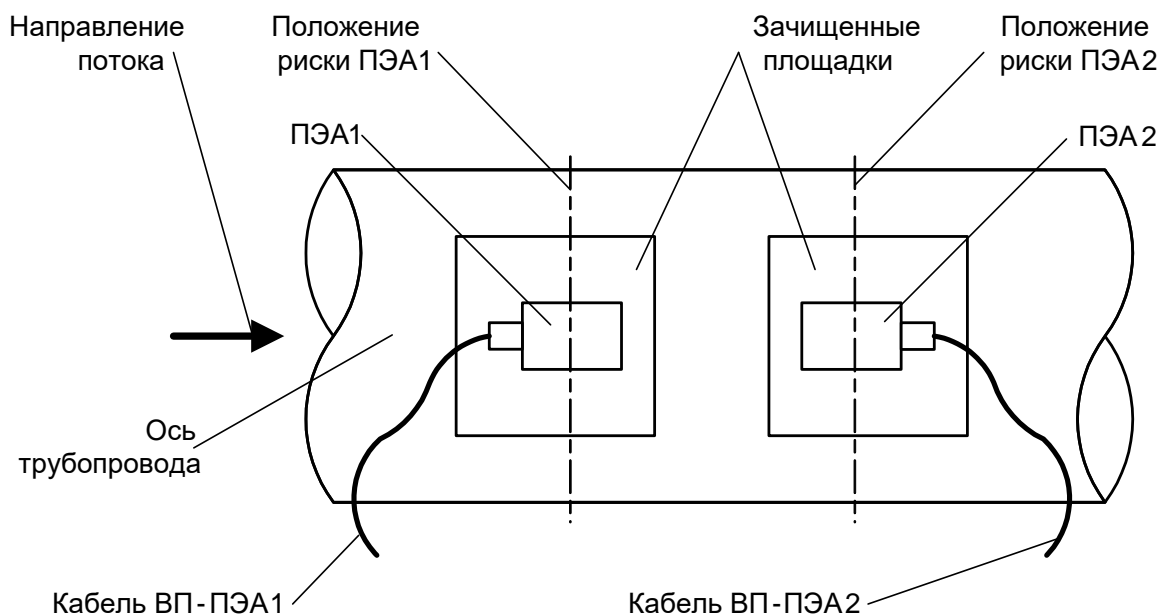

Рис.5. Положение ПЭА на трубопроводе (при установке по V-схеме).
5.1.3. Излучающая поверхность обоих ПЭА пары смазывается контактной смазкой. Один из пары ПЭА, притирая, устанавливается в середину зачищенной площадки в соответствии с рис.5 и закрепляется с помощью ремней или цепей из комплекта поставки. На ИУ отмечается положение риски на боковых стенках этого ПЭА.